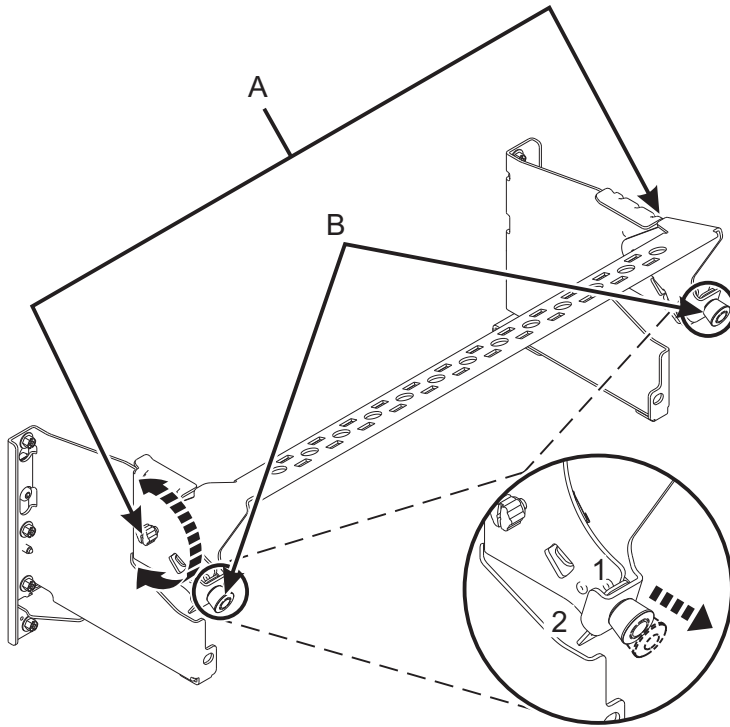

Figure 10. Placement du crochet de routage des câbles en position de maintenance
4. Placez le crochet de routage des câbles en position de maintenance. Voir figure 10, à la page 10.